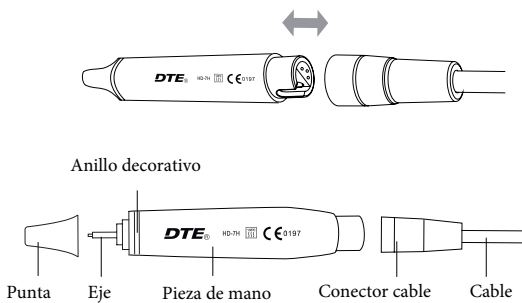

Figura 5
① **No extraer la pieza de mano cuando el interruptor de pie se encuentre pisado y la máquina esté produciendo vibración ultrasónica.**
② **Por favor por no utilice el modo SECO al menos que sea necesario para el tratamiento. Por favor no utilice la unidad en modo SECO por periodos largos. Se generará daño en los dientes si la pieza de mano y/o la punta se sobrecalientan durante el tratamiento.**
2.1.2 Instrucciones principales componentes piezas de mano (Ver Figura 5):